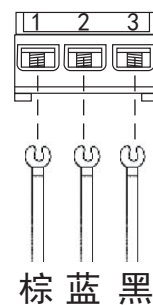

图15
- 将连接电缆按不同颜色的线牢固的固定到端子台相对应的位置，紧固力矩（5kgf·cm）。（如图15）